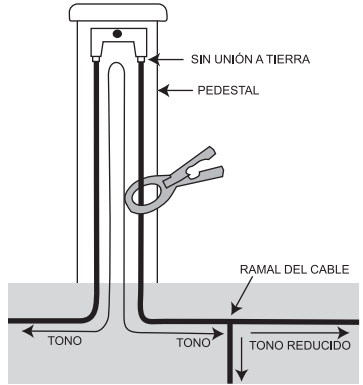

Fig. 12. Tono reducido en un ramal del cable
- 4. Tono reducido en un ramal:** Cuando se aplica un tono a un cable que tiene un ramal, se dividirá el tono y se reducirá en relación con el largo y el tamaño de cada conductor. (Consulte la Fig. 12)